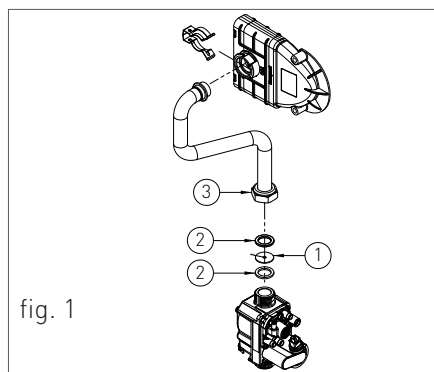

fig. 1
2. Rimuovere il diaframma '1', poi riavvitare il raccordo '3' (vedi fig.1).
3. Rimontare i componenti procedendo in senso inverso rispetto alle operazioni di smontaggio (vedi fig.1);